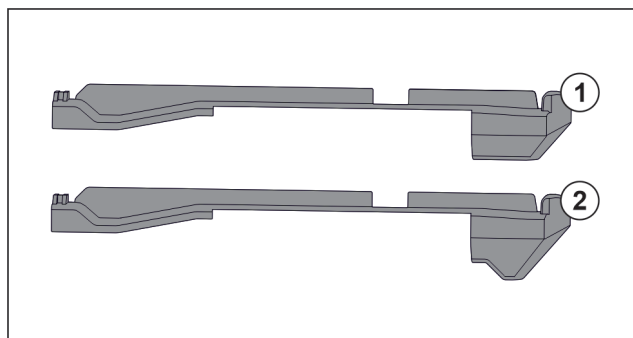

Fig. 78 Сравнение вставных частей
В устройстве находятся две разные вставные части. Вставная часть над самым нижним выдвижным ящиком Fig. 78 (2) имеет треугольную кромку. Все прочие вставные части Fig. 78 (1) имеют прямую кромку.
- Установите вставную часть Fig. 78 (2) с треугольной кромкой над самым нижним выдвижным ящиком.
- Установите вставную часть Fig. 78 (1) с прямой кромкой на все прочие места.